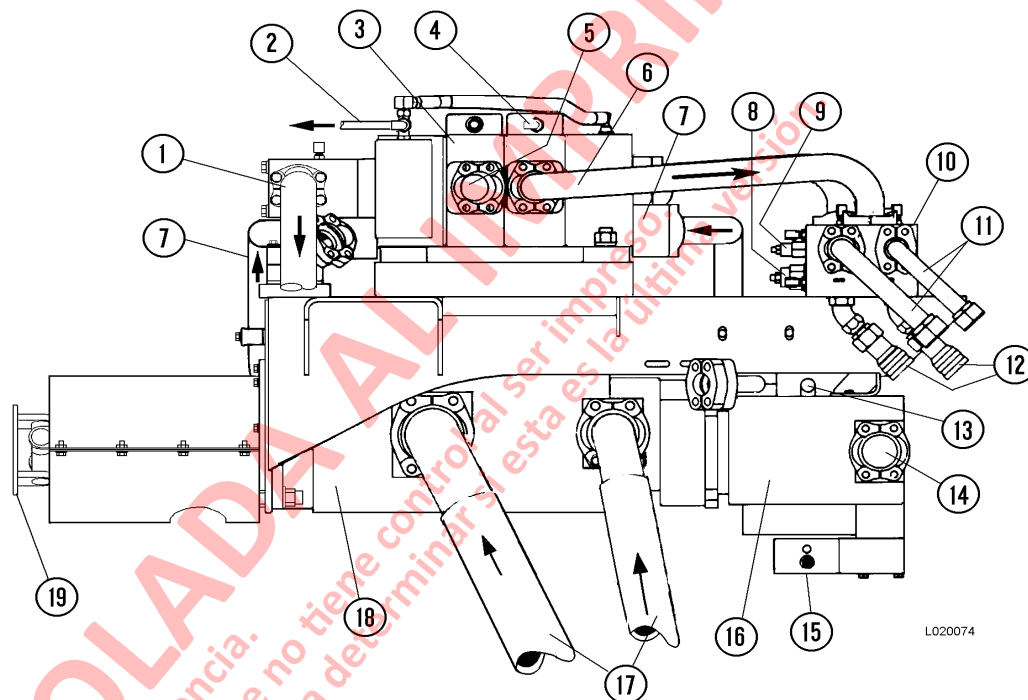

FIGURA 2-1. MÓDULO DE LA BOMBA HIDRÁULICA
Las bombas hidráulicas (16) y (18, Figura 2-1) están montadas en una estructura modular detrás del alternador de tracción. El módulo de la bomba también contiene la válvula de elevación operada por piloto (3), que controla el funcionamiento de los cilindros de elevación durante las operaciones de descarga de la tolva. El múltiple de sobre centro (10) contiene válvulas internas (8) y (9), que aseguran una fácil operación y máxima vida útil de los cilindros de elevación.
El aceite hidráulico se suministra desde el tanque a una bomba del circuito de elevación tipo engranaje (18, Figura 2-1), con capacidad nominal de 931 l/min (246 gpm) a 1 900 RPM y 17 200 kPa (2500 psi). El aceite de los puertos de salida de la bomba se envía a filtros de alta presión (4, Figura 2-2) y luego entra a la válvula de elevación (5).
El aceite hidráulico se suministra desde el tanque a una bomba del circuito de frenos y de dirección de presión compensada tipo pistón (8, Figura 2-3), con un valor nominal de 250 l/min (66 gpm) a 1 900 RPM en 17 200 kPa (2500 psi). La válvula de descarga (15, Figura 2-1) mantiene la presión del sistema entre 18 960 kPa (2750 psi) y 20 860 kPa (3025 psi).